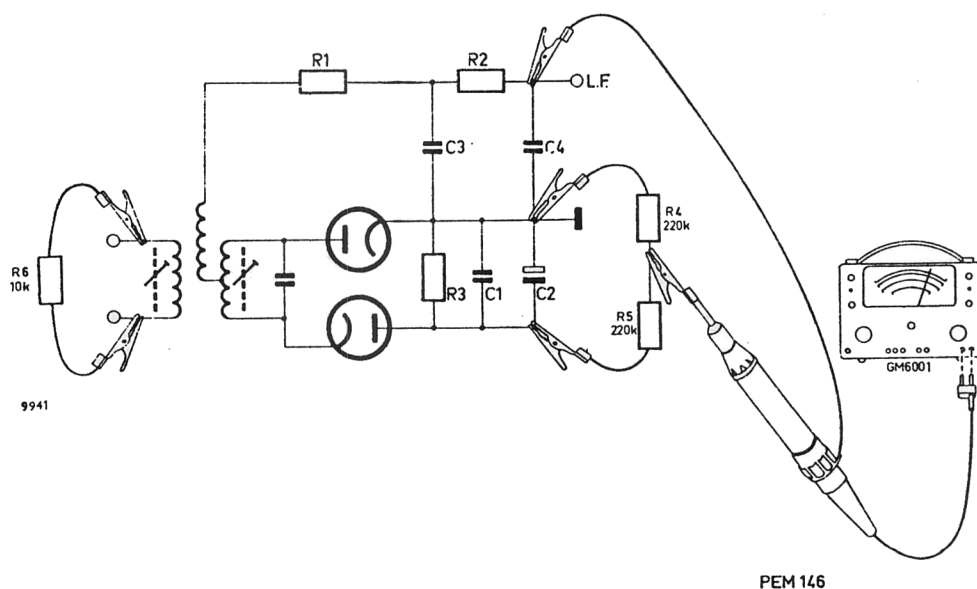

Fig. 16. Mise au point du discriminateur FM
Les deux résistances auxiliaires R4 et R5 doivent avoir une valeur d'environ  $220\text{ k}\Omega$  et doivent être égales aussi exactement que possible. Connecter le voltmètre électronique de la manière indiquée sur la fig. 16. Aussi utilisera-t-on à cet effet les résistances à 1 % ou deux exemplaires spécialement choisis (vérifier à l'aide d'un ohmmètre précis ou d'un pont de mesure p.e. GM 4144).
7. Amortir le circuit primaire du dernier filtre de bande M.F. à l'aide d'une résistance d'environ  $10\text{ k}\Omega$  (R6 sur la fig. 16).
Régler le noyau du circuit secondaire de façon à avoir une déviation minimale sur le voltmètre électronique (connecté de la manière indiquée sur la fig. 16).